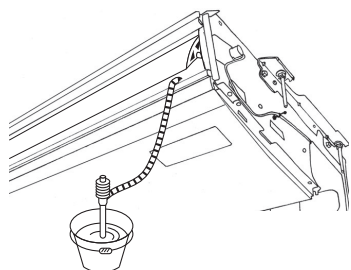

Fig. 5-3
5. Controllare il corretto funzionamento del drenaggio. (Fig. 5-3)